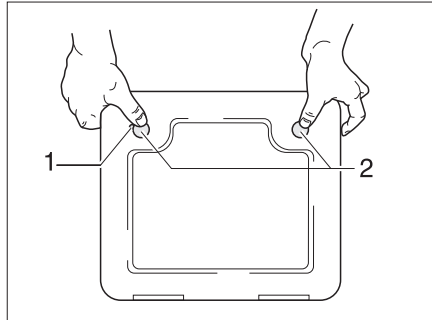

Fig. 383 Portillon pour la toilette à cassette
- Ouvrir le portillon pour la cassette à l'extérieur du véhicule. Insérer pour cela la clé dans le barillet du verrou de pression (Fig. 383,1) et la tourner d'un quart de tour.
- Appuyer du pouce et simultanément sur les deux verrous de pression (Fig. 383,2) et ouvrir le portillon pour la cassette.